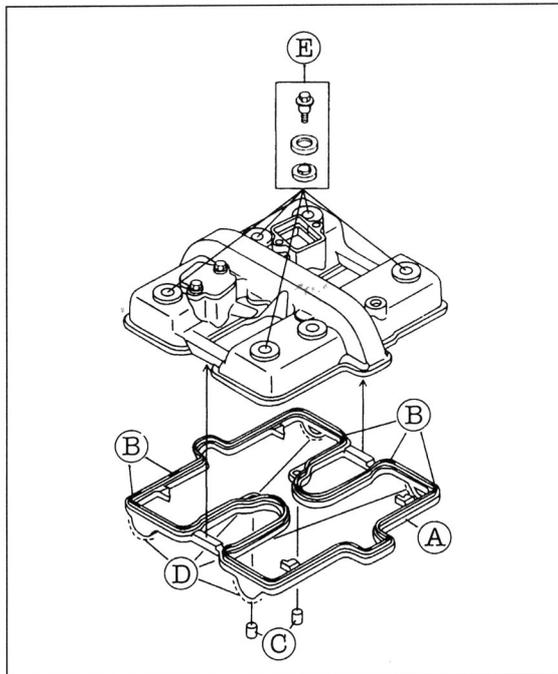

Bild 34
- Zylinderkopfdeckel mit fett- und ölfreien Dichtflächen montieren (Bild 34).